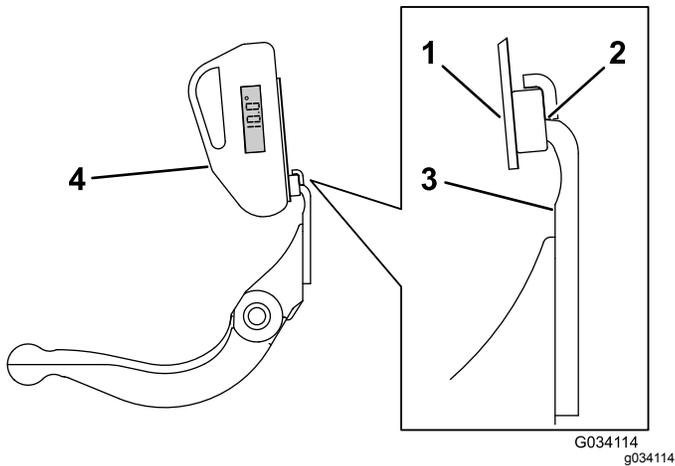

图28
3. 将角度指示器底座放在底刀边缘上以使磁体边缘与底刀边缘紧密配合 图28。
4. 如 图28 所示将角度指示器放置到底座上。